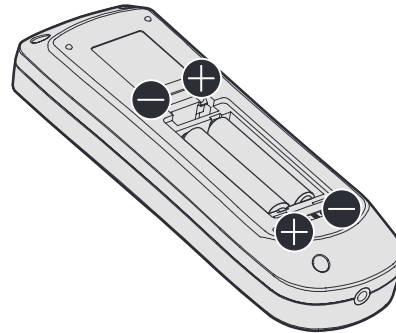

Fig. 2
- 2) **Inserire le batterie e chiudere il coperchio (inserire prima il lato  $\ominus$ ).** (Fig. 2)